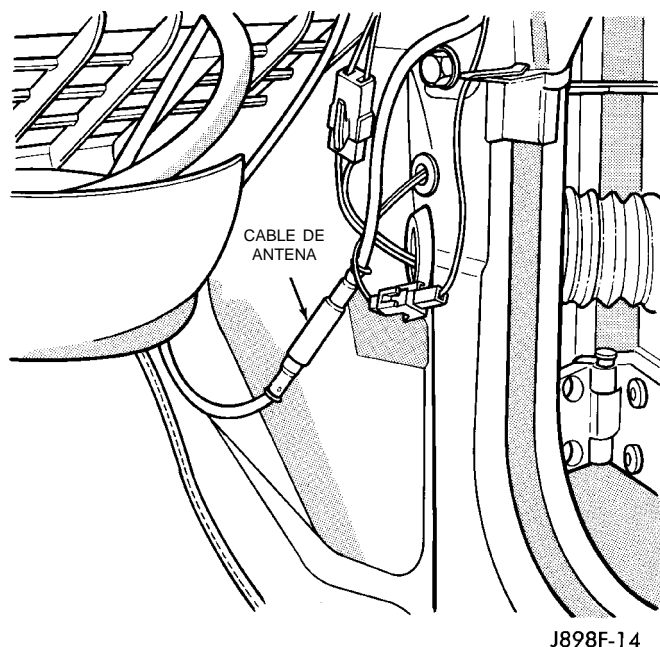
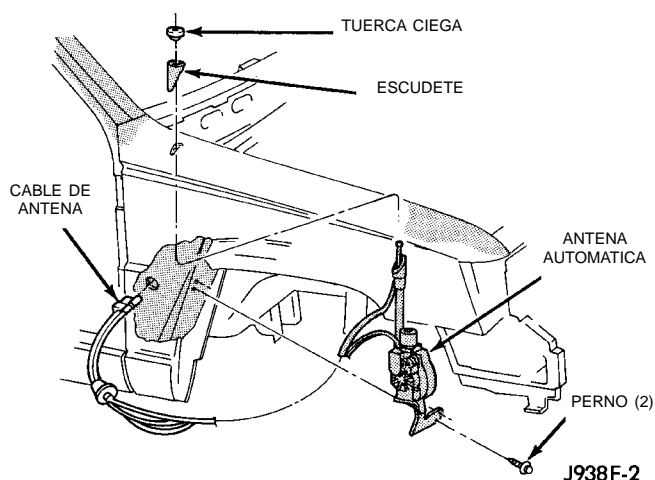

Fig. 21 Conector del cable coaxil de antena - Característico
Fig. 22 Desmontaje/instalación de la antena automática
(8) Localice el conector del cable coaxil de antena cerca del tablero de conexiones, en el panel lateral derecho del cubretablero. Desenchufe el conector separándolo en tanto que retuerce las mitades metálicas del conector (Fig. 21). No tire del cable.
(1) Desconecte y aisle el cable negativo de la batería.
(2) Retire el forro interior del guardabarros delantero derecho. Para informarse sobre los procedimientos, consulte el Grupo 23, Carrocería.
(3) Retire la tuerca ciega de antena y el escudete con una llave de tuercas para antena (Herramienta especial C-4816) (Fig. 22).
(5) Retire los dos tornillos que aseguran el panel tapizado lateral derecho del cubretablero al panel de la abertura de la puerta delantera y retire el tapizado del zócalo lateral del cubretablero.
(6) Localice el conector del cable coaxil de antena situado cerca del tablero de conexiones en el panel lateral derecho del cubretablero. Desenchufe el conector separándolo en tanto que retuerce las mitades metálicas del conector (Fig. 21). No tire del cable.
(7) Desenchufe el conector del mazo de cables de la antena automática del tablero de conexiones.
(8) Retire los pernos de instalación de la antena (Fig. 22).
(9) Descalce la arandela del cable coaxil del orificio situado en el panel externo del lateral derecho del cubretablero. Llegue a la arandela desde el interior de la caja de rueda del guardabarros delantero derecho.
(10) Retire el mazo de cables y el cable coaxil de la antena a través del panel externo del lateral derecho del cubretablero y retire del vehículo la unidad de antena automática.
(11) Para la instalación, invierta los procedimientos de desmontaje. Apriete los herrajes del siguiente modo: